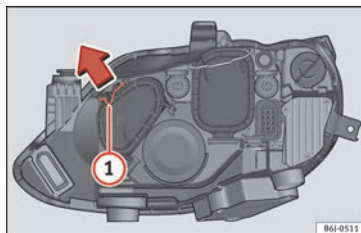

Fig. 97 Phare double.
- Déplacez le tirant ① dans le sens de la flèche puis retirez le cache » fig. 97.